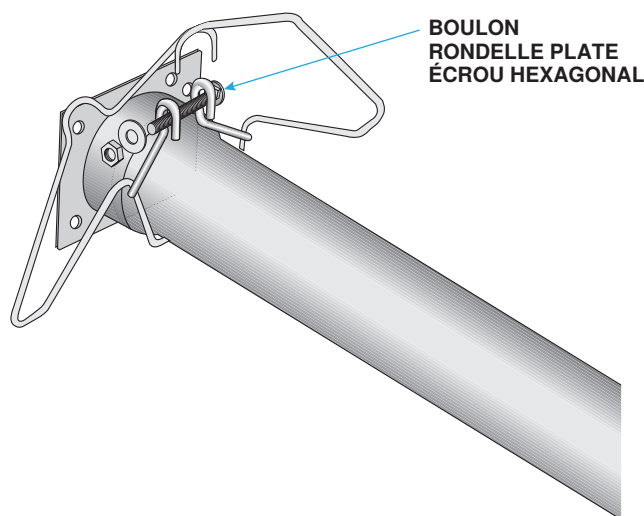

Figure 10. Installation du support de suspension avec pince
2. Installez le support de suspension avec la pince sur le tube du brûleur comme indiqué sur la **Figure 10**. Serrez la pince à l'aide du boulon, de la rondelle plate et de l'écrou hexagonal serrés à 120 pouces-livres. Pour le modèle VZH, assurez-vous que cet ensemble est également utilisé comme deuxième support en aval de l'armoire du brûleur.